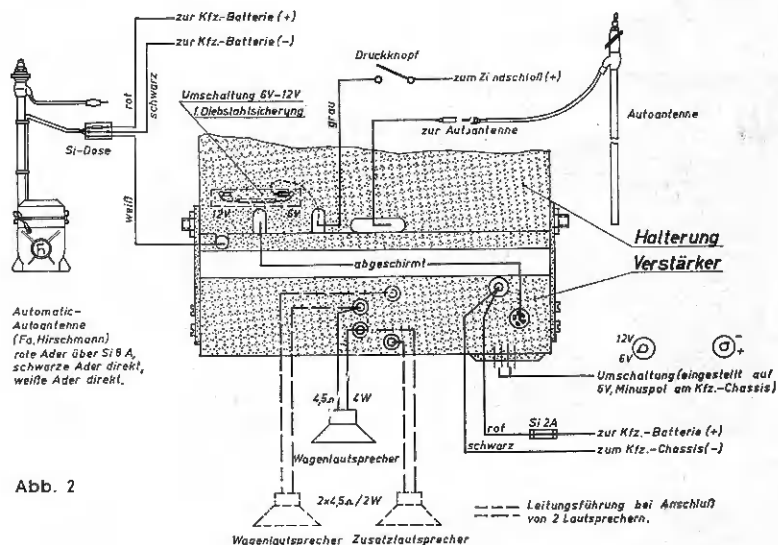

Abb. 2
2. Bevor Sie Halterung und Lautsprecher endgültig einbauen, schließen Sie zunächst die Halterung incl. Verstärker direkt an die Autobatterie an. Führen Sie den Stecker der Autoantenne in die Buchse des an der Halterung festmontierten Anschlusskabels ein und stecken Sie den Lautsprecher-Stecker in die Buchsen des Verstärkers (siehe Abb. 2). Jetzt schieben Sie den Empfänger in die Halterung ein und überprüfen die Funktion des Lautsprechers und der Halterung mit dem Verstärker.
3. Zum Entnehmen des Empfängers aus der Einschubhalterung ist es erforderlich, die aus der Halterung kommende graue Leitung (siehe auch Abb. 2 und 4) über den Druckknopf an Plus-Potential des Zündschlosses anzuschließen. Beim Drücken des Druckknopfes schieben Sie zugleich das Gerät leicht nach hinten, wodurch sich die Verriegelung löst und das Gerät herausgenommen werden kann. **Versuchen Sie nicht, das Gerät mit Gewalt der Halterung zu entnehmen!**
- g) Den elektrischen Anschluß Lautsprecher — Verstärker gemäß Abb. 2 und 4 vornehmen.
- n) Den elektr. Anschluß gemäß Abb. 2 und 4 vornehmen.